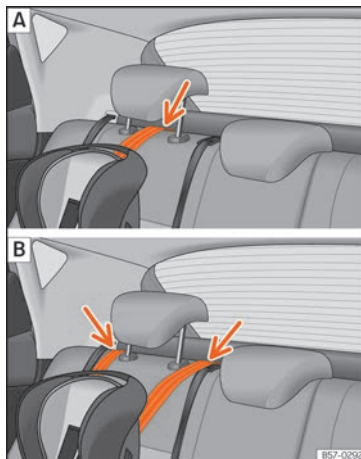

Fig. 26 Asientos traseros: ajuste y montaje en función del cinturón Top Tether.
- Coloque la correa por debajo del apoyacabezas del asiento posterior »» fig. 26 (en función de las instrucciones de la propia silla,